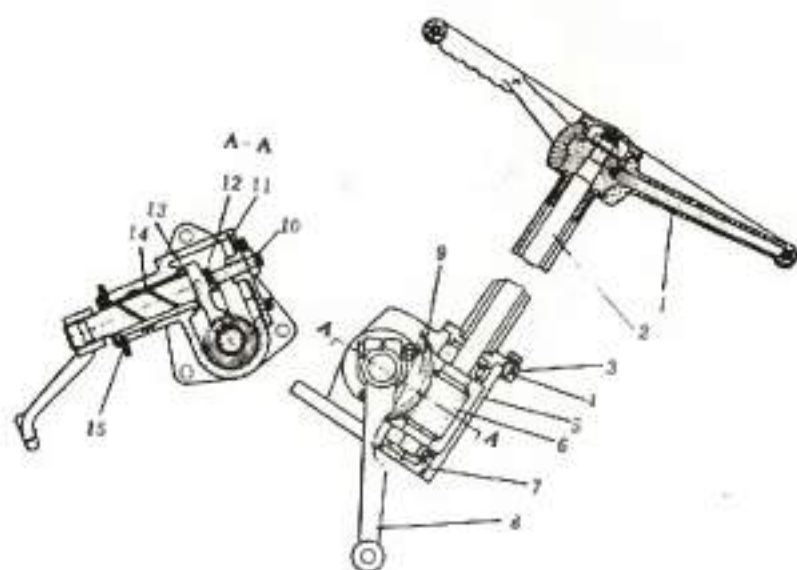

Рис. 4-12 Схема конструкции поворотного механизма
(2) Регулировка осевого зазора поворотного вала (рис. 4-12)